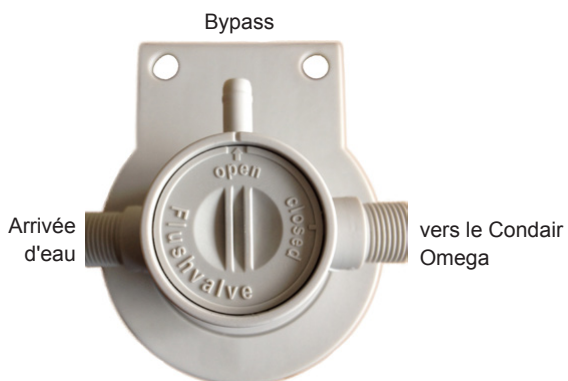
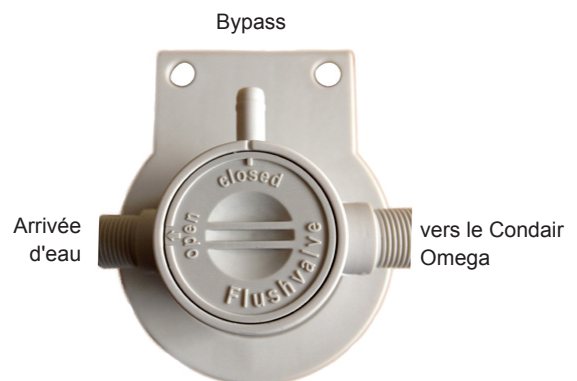

Fig. 21: Réglez la vanne sur « Bypass » (position de nettoyage)
Fig. 22: Réglez la vanne sur « Arrivée d'eau » (position de service)
- Réglez la vanne sur la tête du filtre de telle façon que « open » soit sur « Bypass » (position de nettoyage, voir Fig. 21). Maintenez la vanne dans cette position jusqu'à ce que l'eau sortante ne comporte plus de bulles. Réglez ensuite la vanne sur la tête du filtre de telle façon que « open » soit sur « Arrivée d'eau » (position de service, voir Fig. 22).